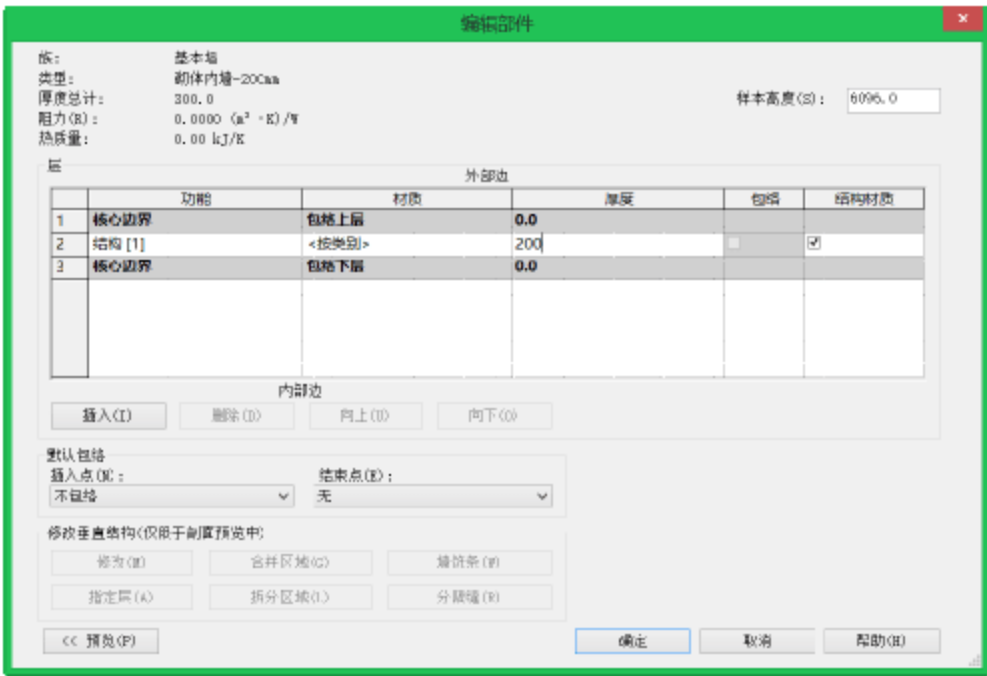
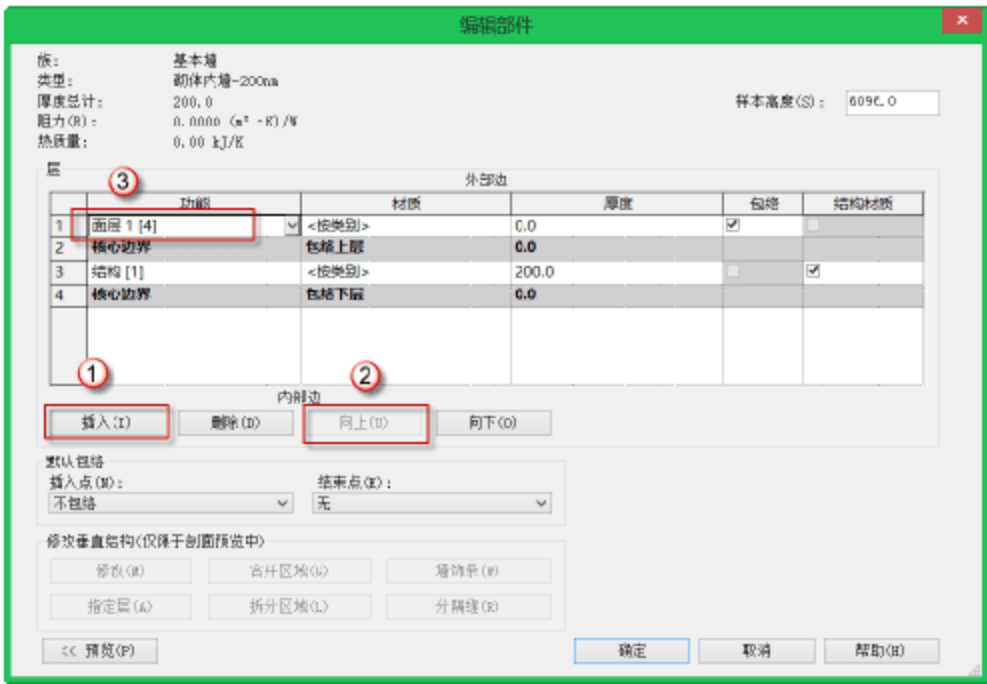

图 10.2.2 “编辑部件”对话框
图 10.2.3 添加“面层 1 [4]”功能
(3) 添加“面层 1 [4]”功能。单击“属性类型”对话框下“结构”参数后的“编辑”按钮，弹出“编辑部件”对话框，如图 10.2.2 所示。单击“插入”→“向上”按钮，在“功能”参数下将“结构[1]”改为“面层 1 [4]”，如图 10.2.3 所示。